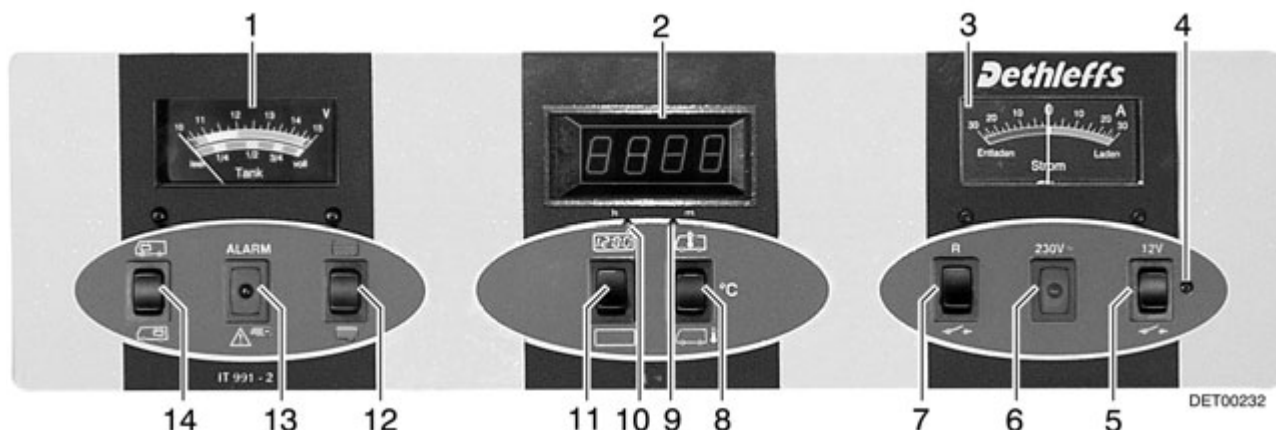

Fig. 116 Panel de control (variante 2)
Observar la escala superior del instrumento indicador de tensión V/depósito (Fig. 116,1). El instrumento indicador se ilumina automáticamente al accionar el interruptor.
- Pulsar el interruptor basculante (Fig. 116,14) por arriba "🚚": indica la tensión de la batería del motor de arranque.
- Pulsar el interruptor basculante (Fig. 116,14) por abajo "🚐": indica la tensión de la batería del habitáculo.
La luz de ALARMA (Fig. 116,13) parpadea en cuanto la tensión de la batería del habitáculo baja a menos de 11,0 V y hay peligro de descarga excesiva.
Observar la escala inferior del instrumento indicador de tensión V/depósito (Fig. 116,1). El instrumento indicador se ilumina automáticamente al accionar el interruptor.
- Pulsar el interruptor basculante (Fig. 116,12) por arriba : indica la cantidad de agua.
- Pulsar el interruptor basculante (Fig. 116,12) por abajo : indica la cantidad de aguas residuales.
El instrumento indicador para corriente (Fig. 116,3) indica constantemente la corriente actual suministrada por la batería. El instrumento indicador se ilumina automáticamente al accionar el interruptor.
El interruptor principal de 12 V (Fig. 116,5) conecta y desconecta la alimentación de 12 V del habitáculo.
- Pulsar el interruptor basculante (Fig. 116,5) por arriba "12 V": la alimentación de 12 V del habitáculo está conectada. La luz de control verde (Fig. 116,4) enciende.
- Pulsar el interruptor basculante (Fig. 116,5) por abajo "☐": la alimentación de 12 V del habitáculo está desconectada. Se apaga la luz de control (Fig. 116,4).
Se enciende la luz de control de 12 V (Fig. 116,4) cuando se conecta el interruptor principal de 12 V (Fig. 116,5).
Se enciende la luz de control de 230 V (Fig. 116,6) amarilla cuando hay tensión de red en la entrada del bloque eléctrico.
- Pulsar el interruptor basculante (Fig. 116,11) por arriba "12:00": el indicador del reloj digital está encendido. El indicador de temperatura está listo para funcionar.
- Pulsar el interruptor basculante (Fig. 116,11) por abajo "☐": el indicador del reloj digital y el indicador de temperatura están apagados.
- Con ayuda de un objeto delgado, p. ej. una mina de bolígrafo, hacer presión en el orificio para horas (Fig. 116,10) hasta obtener la hora deseada.
- Con ayuda de un objeto delgado, p. ej. una mina de bolígrafo, hacer presión en el orificio para minutos (Fig. 116,9) hasta obtener los minutos deseados.
- Pulsar el interruptor basculante °C (Fig. 116,8) por arriba "🚐": indica la temperatura interior.
- Pulsar el interruptor basculante °C (Fig. 116,8) por abajo "🚐": indica la temperatura exterior.
El bloque eléctrico contiene un módulo de carga de batería, la distribución general y la protección mediante fusibles de los circuitos de corriente de 12 V, un módulo controlador de batería así como otras funciones de control y vigilancia. El bloque eléctrico sólo trabaja en combinación con el panel de control (Fig. 115 o Fig. 116).
- En caso necesario, vuelva a conectar los consumidores de 12 V para un funcionamiento breve con el interruptor principal de 12 V (Fig. 115,1) o (Fig. 116,5). Esto sólo es posible, si la tensión de batería es superior a 11,0 V. Si la tensión es inferior, la alimentación de 12 V solamente se puede volver a conectar cuando se haya cargado la batería del habitáculo.